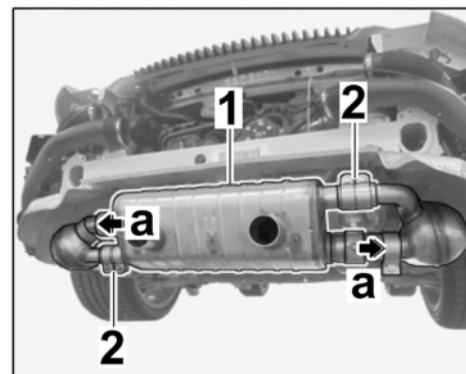

Bild 32
- 7.6 Hauptschalldämpfer ⇒ *Bild 32 -1-* mit einem Helfer in Katalysator rechts und links einfahren ⇒ *Bild 32 -a-*.
Klemmhülsen ⇒ *Bild 32 -2-* über Rohrstutzen schieben.